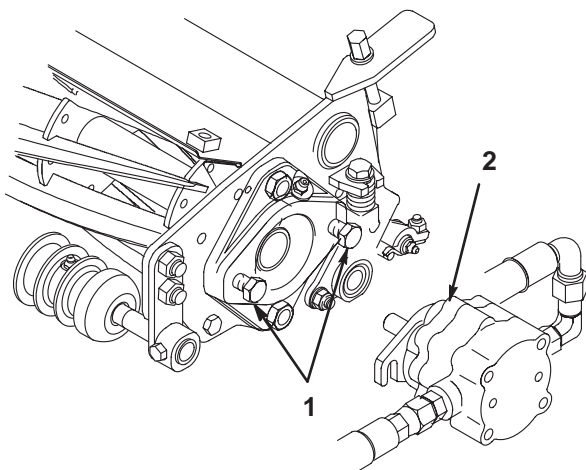

図14
9. リール・モータ取り付け用のキャップスクリュを組み立てる。ネジ山を13 mmほど突き出させておく（図14）。
11. モータのシャフトのスプライン部にグリスを塗布し、モータを時計方向にひねってスタッドを一回かわし、次に逆にひねってモータのフランジをスタッドに噛ませる（図14）。